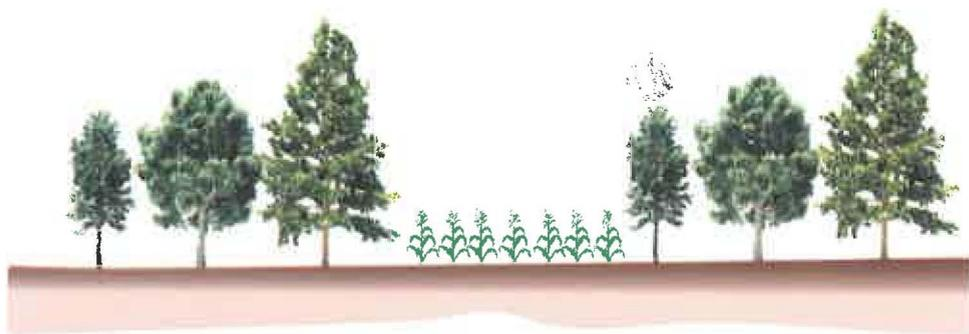

Figura 7. Las cortinas rompevientos reducen la evapotranspiración en el cultivo protegido. Fuente: CATIE.
- Las cortinas rompe vientos, los cultivos de abrigo y de cobertura reducen la evaporación y protegen las plántulas ya establecidas (Figura 7).